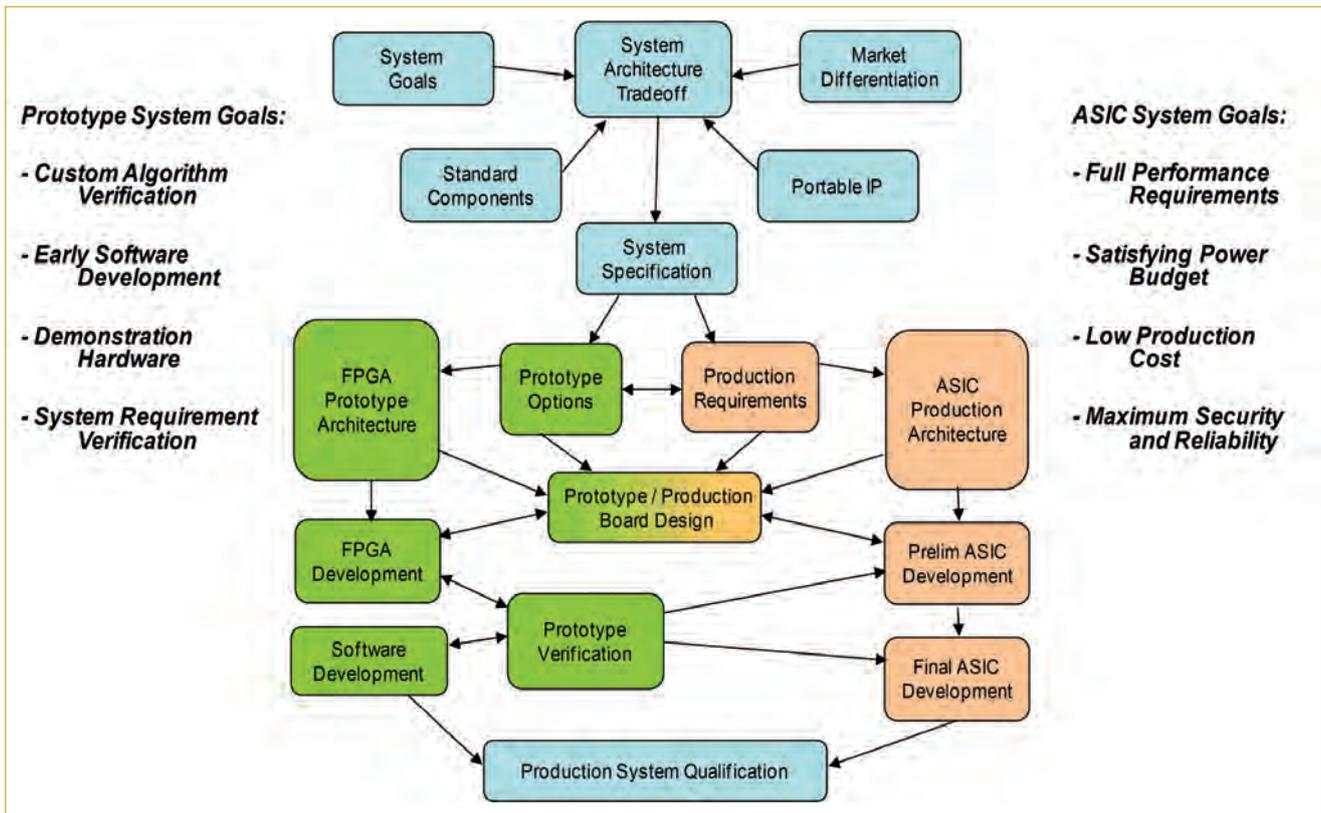

Fig. 1 - Modello di progettazione parallela di sistema
- pianificare sin dall'inizio la portabilità verso l'ASIC aiuterà ad abbreviare il time-to-market e a ridurre i costi di sviluppo (Fig. 1);